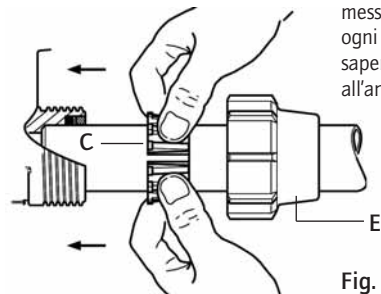

Fig. 2
- Collocare nel tubo tagliato precisamente e smussato, il dado (Fig. 2-E) e l'anello dentellato (Fig. 2-C).
- Introdurre il tubo negli orifici di entrata e di uscita d'acqua (Fig. 2).
- Spingere fino all'arresto l'anello dentellato (Fig. 2-C) sull'entrata, poi l'altro sull'uscita dell'acqua.
- Stringere il dado (Fig. 2-E).
- Spingere in avanti l'anello dentellato in posizione, allargandolo con i pollici posti nella fessura (Fig. 2-C) per evitare di raschiare la colla. Dopo procedere al serraggio del dado.